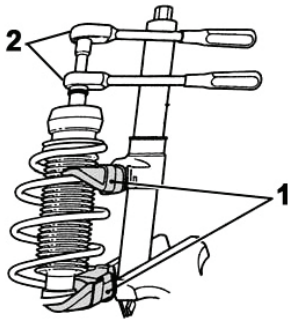
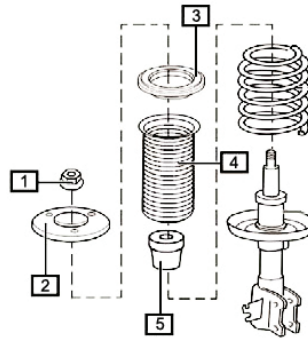

Fig. 4:
Fig. 5:
- Fig. 4 Federbein in geeignete Haltevorrichtung klemmen.
- Federspanner (1) ansetzen,
- Kolbenstangenmutter mit Spezialwerkzeug (2) entfernen.
- Fig. 5 Anbauteile (1 – 5) des Federbeins abnehmen.
- Fig. 4 Clamp suspension strut in suitable holding device.
- Apply spring tensioner (1).
- Use a special tool (2) to remove piston rod nut.
- Fig. 5 Remove the suspension strut's add-on parts (1 – 5).
- Fig. 4 Insérer la jambe de force dans un dispositif de support approprié.
- Mettre en place le monte ressort (1).
- Enlever l'écrou de la tige de piston avec un outil spécial (2).
- Fig. 5 Enlever les composants (1 – 5) de la jambe de force.
- Fig. 4 Aprisionar el amortiguador en un dispositivo de sujeción apropiado.
- Colocar el tensor de muelle (1).
- Retirar la tuerca del eje del amortiguador con una herramienta especial (2).
- Fig. 5 Retirar las piezas adicionales (1 – 5) del amortiguador.
- Fig. 5 Original Druckanschlag (5) auf die Kolbenstange stecken.
- Stützlager (3) mit Faltenbalg (4) zusammenstecken und in die Feder einsetzen.
- Federbeinlager (2) aufsetzen und mit der neuen Kolbenstangenmutter mittels des Spezialwerkzeuges festschrauben.
- Fig. 5 Place original compression stop (5) on the piston ring.
- Stick support bearing (3) and bellows (4) together, and place in spring.
- Place suspension strut bearing (2) on top, and use a special tool to tighten it with a new piston rod nut.
- Fig. 5 Insérer la butée de pression d'origine (5) sur la tige de piston.
- Remonter le palier de soutien (3) avec le soufflet (4) et les insérer sur le ressort.
- Mettre en place le palier de jambe de force (2) et le visser solidement avec l'écrou de tige de piston neuf à l'aide de l'outil spécial.
- Fig. 5 Introducir el tope de presión original (5) en el eje del amortiguador.
- Unir el cojinete de apoyo (3) con el fuelle (4) y colocarlos en el muelle.
- Colocar el cojinete del amortiguador (2) y atornillarlo con la tuerca del eje del amortiguador mediante la herramienta especial.